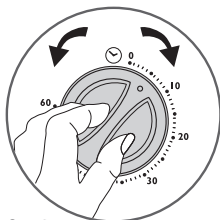

fig. 6
- Réglez la minuterie selon les temps recommandés - Fig. 6 (voir tableau de temps de cuisson).